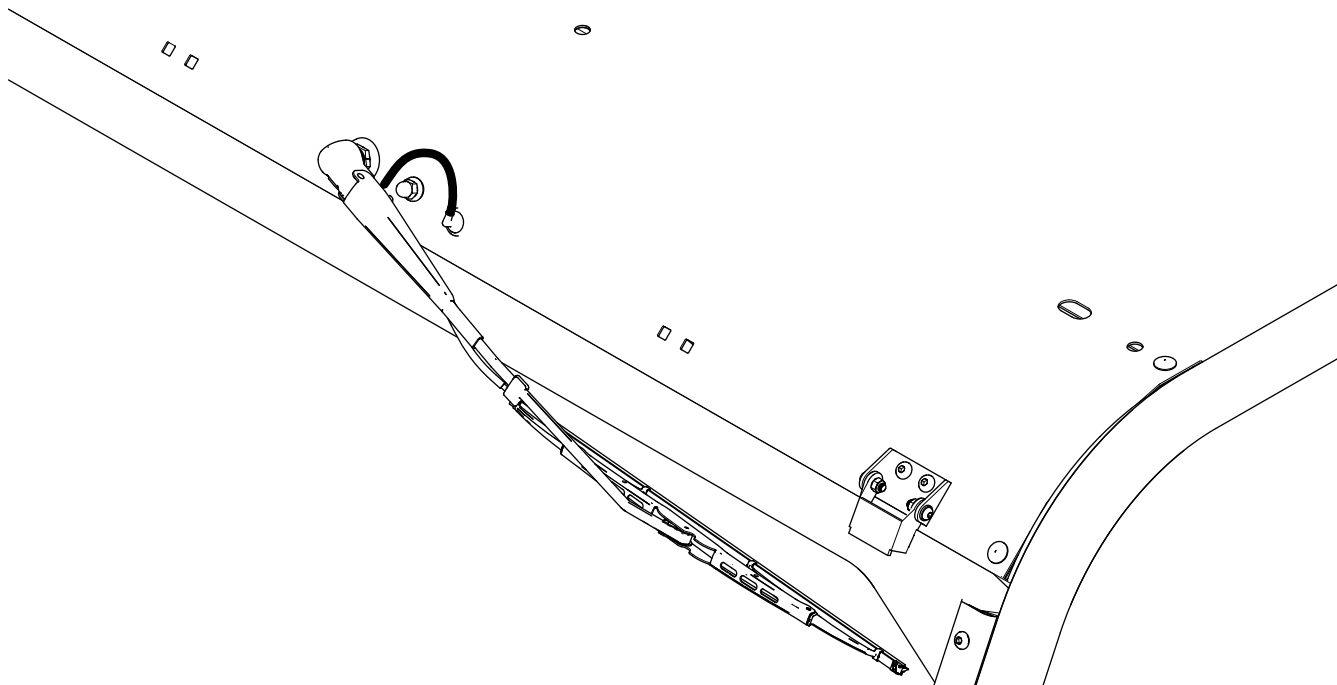

Рисунок 12
5. Подсоедините шланг на рычаге стеклоочистителя к проходному штуцеру (Рисунок 12).